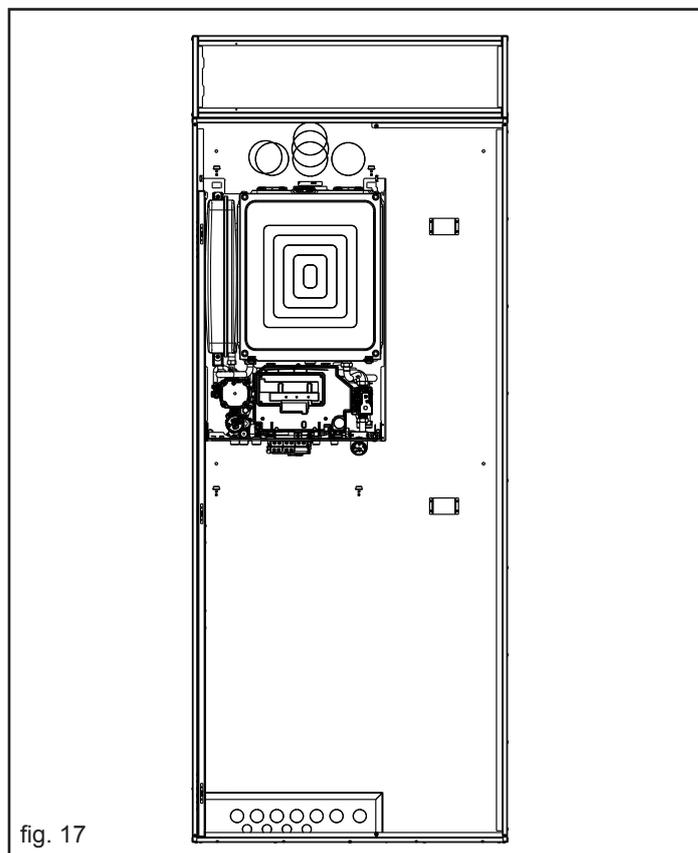

fig. 17
- Agganciare la caldaia prescelta sulla piastra di supporto. Svitare la vite di fissaggio della morsetteria elettrica inferiore per agevolare le successive operazioni di installazione (fig. 17)